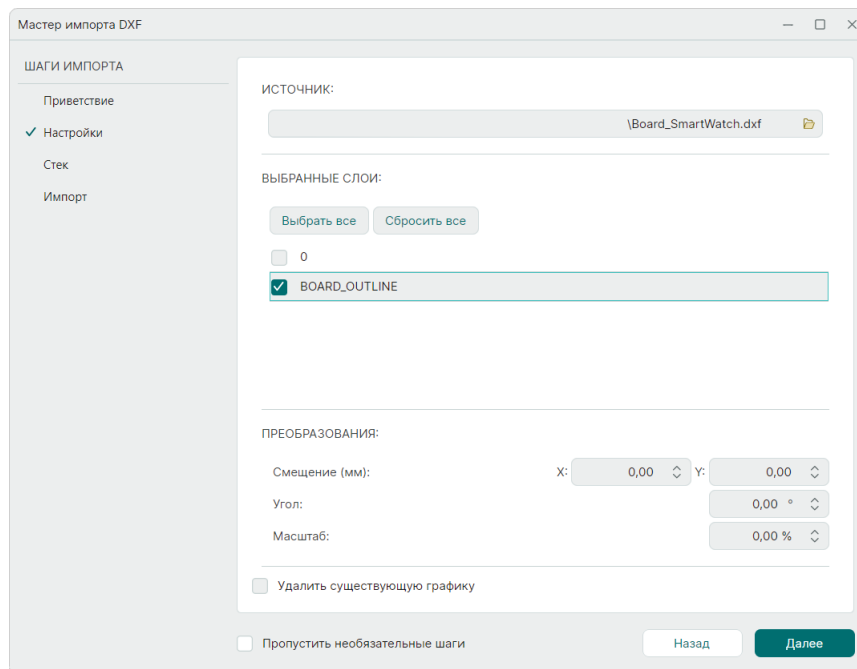

Рис. 8 Выбор слоев для импорта
4. В разделе «Выбранные слои» представлен список слоев DXF файла, доступных для импорта. Выберите необходимые с помощью установки флагов, см. Рис. 8.